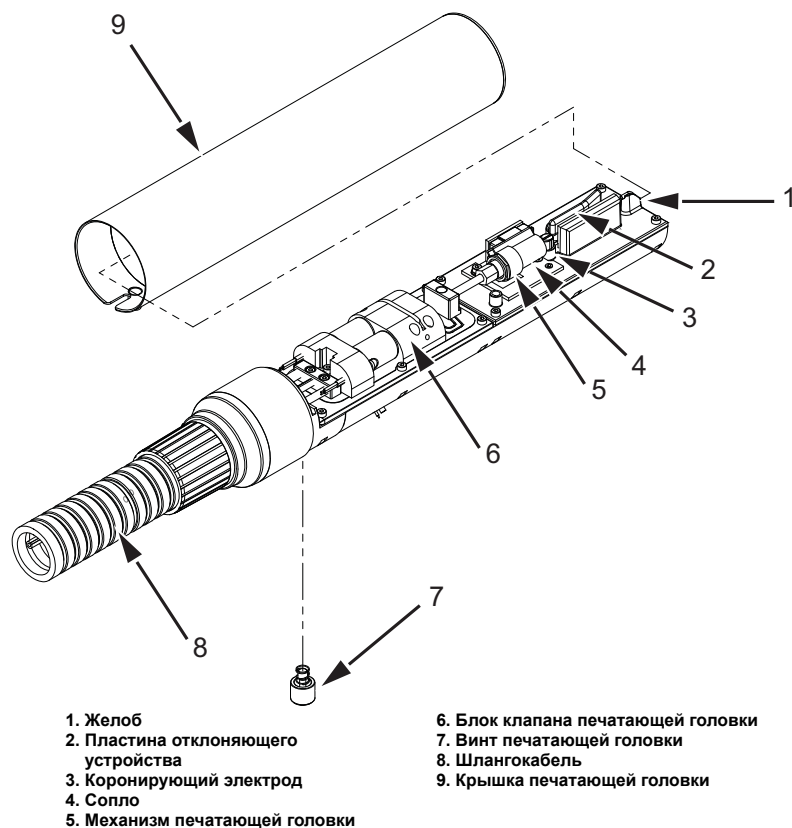

Рис. 6-4: Печатающая головка
- 3 Ослабьте винт печатающей головки (деталь 2, Рис. 6-4 на странице 6-8) и снимите крышку печатающей головки (деталь 3).
- Желоб (деталь 1, Рис. 6-4)